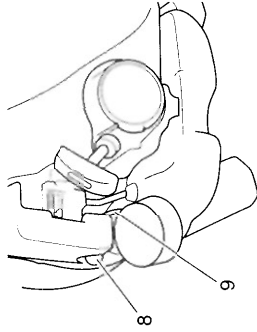

Fig. 5
- * Pressez la poire de la pompe d'amorçage (8) à plusieurs reprises pour que le carburant puisse s'écouler par le tuyau de retour (9). (Fig. 5)